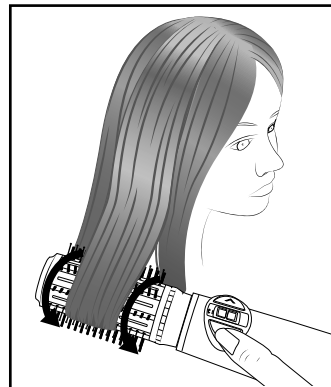

Fig. 1
- 1) Séchez-vous les cheveux avec une serviette et brossez-les. Utilisez la buse de coiffage ⑩ ou la brosse paddle ⑪ jusqu'à ce que les cheveux soient presque secs. Divisez les cheveux en plusieurs zones si nécessaire et isolez une mèche seule.
① Remarque
- Coiffez vos cheveux avec la brosse ronde ⑧/⑨ uniquement une fois quasiment secs. Veillez à ce qu'il n'y ait pas de nœuds. Ceux-ci peuvent faire en sorte que les cheveux se prennent dans les poils, surtout s'ils sont longs.
- 2) Choisissez la brosse ronde ⑧/⑨ souhaitée et montez-la sur l'appareil.
- 5) Maintenez la touche de rotation ② >/⑦ < appuyée jusqu'à ce que la brosse ronde ⑧/⑨ se mette à tourner. Commencez au niveau des pointes des cheveux avec la brosse ronde ⑧/⑨ et répartissez les mèches sur la longueur de la brosse ronde ⑧/⑨ (voir fig. 1). Le mouvement de rotation permet d'enrouler la mèche. Relâchez le bouton de rotation ② >/⑦ < avant d'atteindre la racine des cheveux. La brosse s'arrête de tourner.